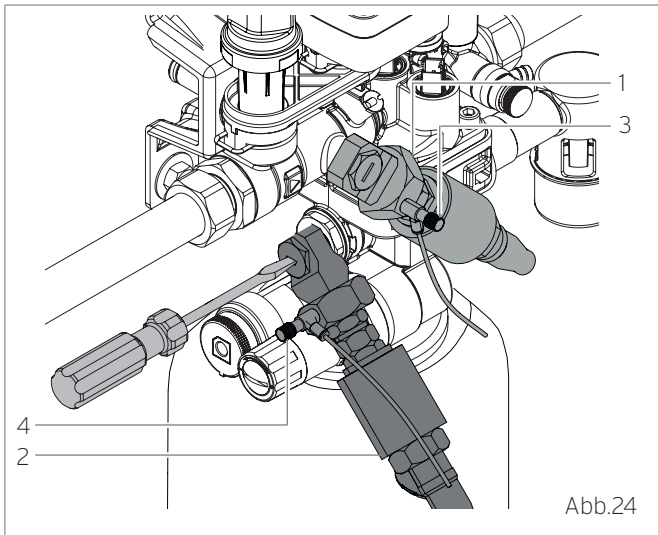

Abb. 24:
- Beide Nadelventile [Abb. 24; Pos. 3 + 4] schließen, Messanschlüsse mittels Schlitzschraubendreher entfernen, dabei zum Kontern einen Ringschlüssel SW 24 verwenden,